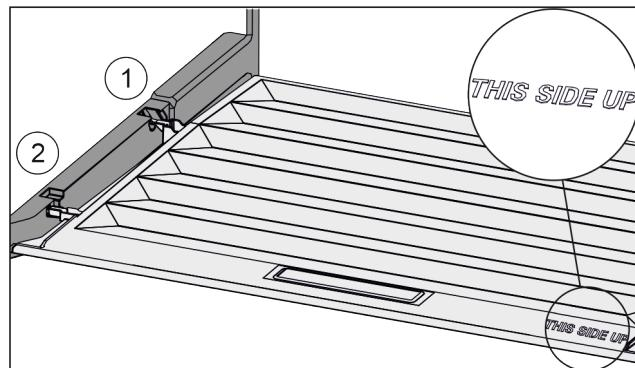

Fig. 42
- Пъхнете шийките на капака през отвора в задния държач Fig. 42 (1) и фиксирайте отпред в държача Fig. 42 (2).